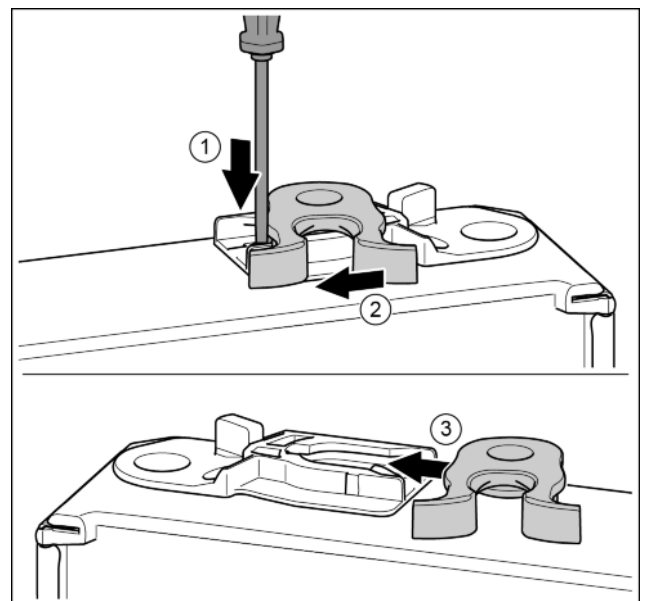

Fig. 17
- ▶ Lasche mit Schlitzschraubendreher nach unten drücken. *Fig. 17 (1)*
- ▶ Schließhaken aus Führung ziehen. *Fig. 17 (2)*
- ▶ Schließhaken auf anderer Seite in Führung schieben. *Fig. 17 (3)*